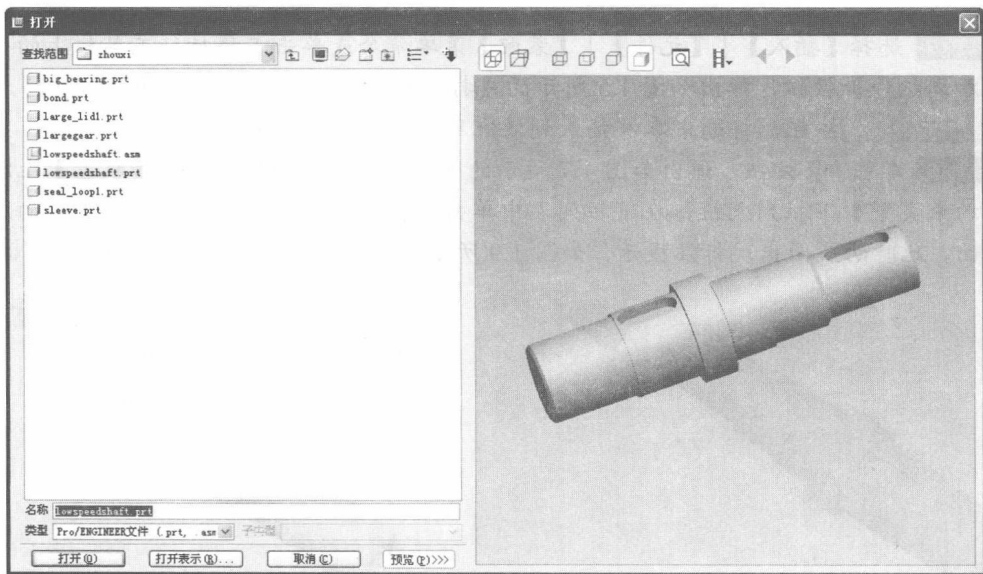
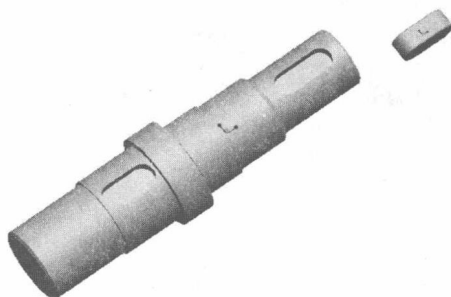

图 1.5 【打开】对话框
图 1.8 插入键
STEP 04 选择【插入】|【元件】|【装配】菜单命令或单击工程特征工具栏上的 （将元件添加到组件）按钮，弹出如图 1.5 所示的【打开】对话框。单击选择【lowspeedshaft.prt】零件，接着单击【打开】对话框中的  按钮，打开预览功能，如图 1.5 所示。读者可以使用预览功能来插入需要的零件，当一个组件包含的零件个数较多时，读者往往记不清零件的具体名称，此时可以使用该预览功能来帮助寻找想要插入组件中的零件。
STEP 07 选择【插入】|【元件】|【装配】菜单命令或单击工程特征工具栏上的 (将元件添加到组件) 按钮，弹出如图 1.5 所示的【打开】对话框，单击选择【bond.prt】零件，单击 **打开(O)** 按钮，将选中零件插入到装配环境中，如图 1.8 所示。
STEP 01 选择【插入】|【元件】|【装配】菜单命令或单击工程特征工具栏上的 (将元件添加到组件) 按钮，弹出如图 1.5 所示的【打开】对话框，单击选择【largegear.prt】零件，单击 按钮，将选中零件插入到装配环境中，如图 1.15 所示。